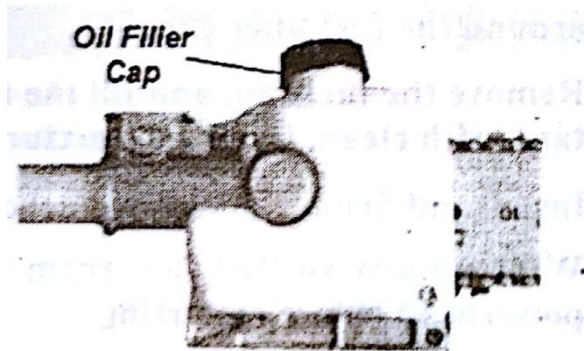

Figura 22
1.- Coloque la cortadora en una superficie limpia y plana con el tapón de llenado de aceite hacia arriba. Vea figura 22, limpie cualquier residuo de la tapa del aceite y alrededor del cuello de llenado de aceite.